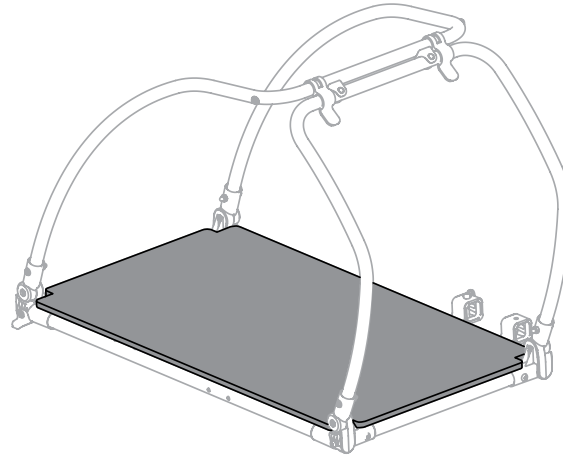

Abbildung 14A
1. Heben Sie den Boden zur Entfernung zur Reinigung vorne innen hoch und ziehen Sie ihn aus dem Anhänger. (Abbildung 14A und 14B)